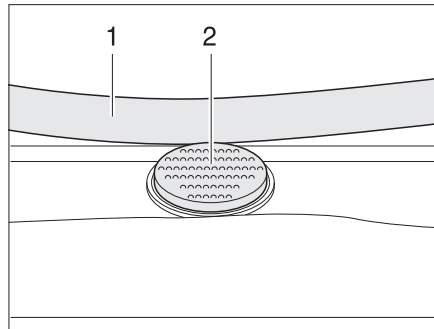

Bild 88 Sicherungsknopf an der Heki-Dachhaube
Öffnen: ■ Den Sicherungsknopf (Bild 88,2) drücken und den Bügel (Bild 88,1) mit beiden Händen nach unten ziehen.
■ Den Bügel mit beiden Händen nach oben drücken, bis der Bügel oberhalb des Sicherungsknopfes (Bild 88,2) liegt.
- Den Sicherungsknopf (Bild 88,2) drücken und den Bügel (Bild 88,1) mit beiden Händen nach unten ziehen.